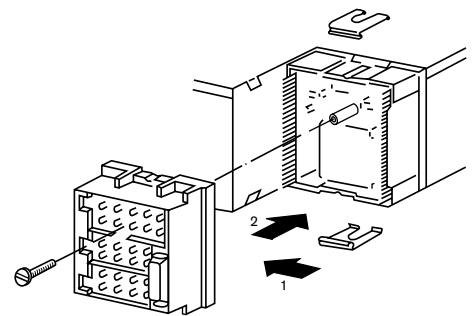

Fig. 15
3. Aplicar a caixa de ligações lateral e paralelamente à carcaça e pressionar cuidadosamente, fig. 15.